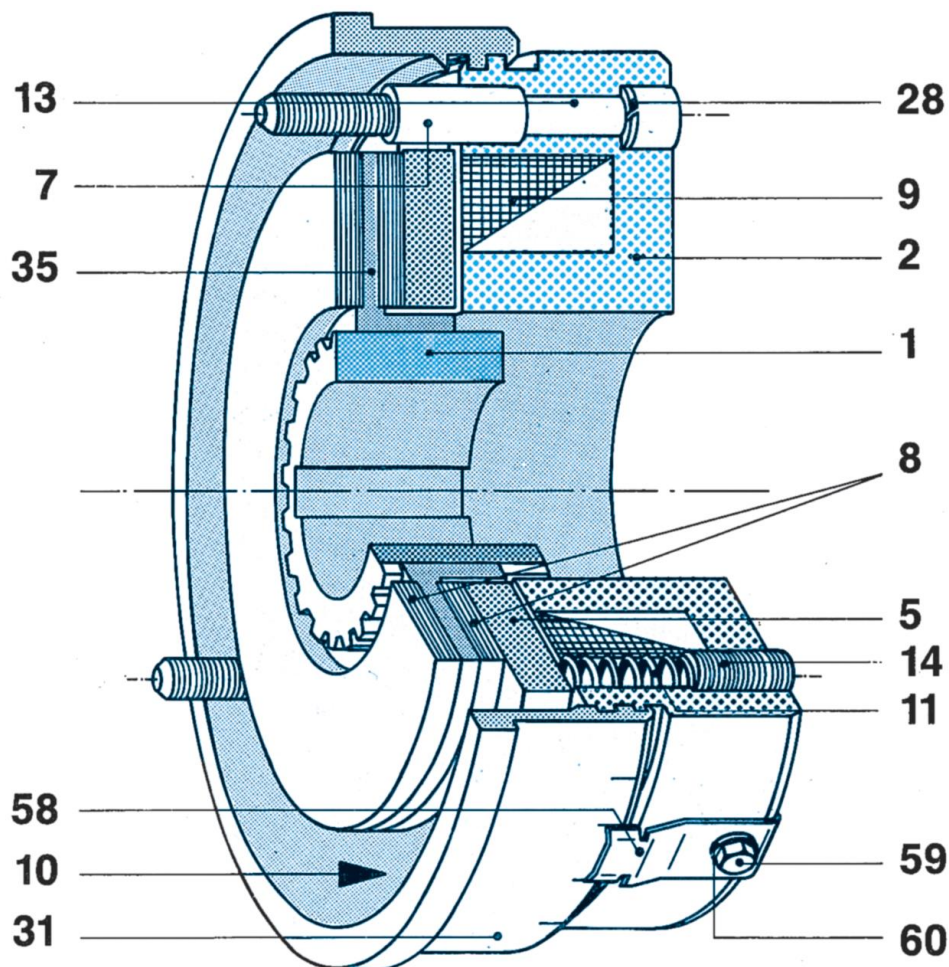

Fig. 1
- ❑ Les vis de transport (10), fig. 1 et 4, servent à maintenir l'ensemble du frein pendant le transport et ne conditionnent pas son fonctionnement. Elles ne doivent pas être retirées pendant le montage.